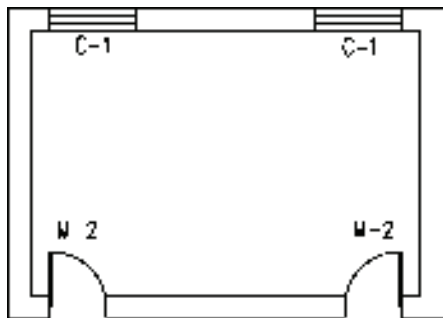

图 5-49 打开素材
1) 按〈Ctrl+O〉组合键, 打开配套光盘提供的“第 5 章/5.2.5 编号复位.dwg”素材文件, 结果如图 5-49 所示。